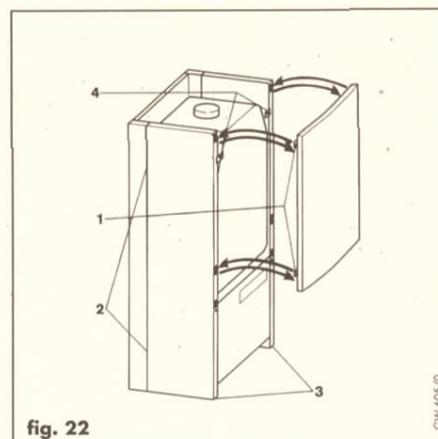
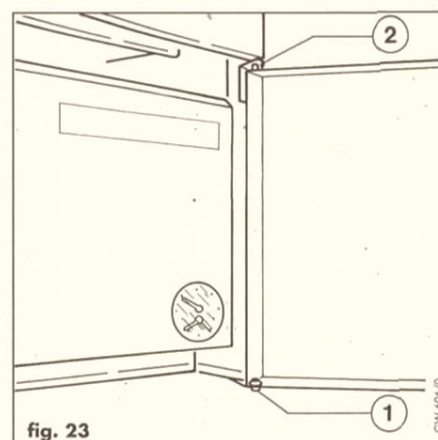
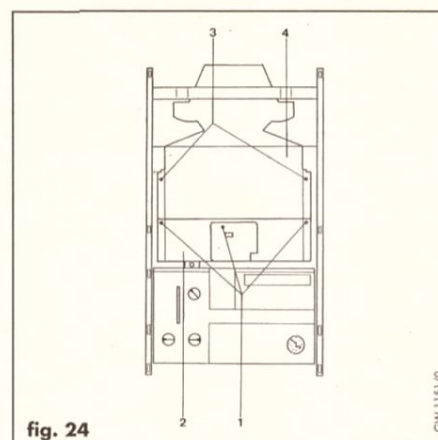

fig. 22
fig. 23
fig. 24
Agganciare la porta superiore dell'apparecchio alle clips (1, fig. 22) alloggiare nelle pareti laterali e farla scorrere verso il basso. Infilare la porta inferiore dell'apparecchio nel perno della cerniera superiore (2, fig. 23) e inserire la vite (1, fig. 23) dal basso in modo tale che si inserisca nella porta.
Togliere le viti dal perno della cerniera inferiore (1, fig. 23) e applicarle alla parete laterale sinistra.
Togliere la parte inferiore del perno della cerniera superiore (2, fig. 23) dal mantello dell'apparecchio per allentare la piastrina di fissaggio. Ruotare di 90° il perno della cerniera superiore e toglierlo. Metterlo sul lato sinistro del mantello.
Fissare la porta inferiore dell'apparecchio infilandola sul perno della cerniera superiore (2, fig. 23), inserire la vite (1, fig. 23) dal basso in modo tale che si inserisca nella porta.
- Levare la parte superiore del mantello (fig. 22) e rimuovere la parte frontale della camera di combustione (2, fig. 24) svitando le tre viti (1, fig. 24).
- Togliere le viti (1, fig. 24) e asportare la parte frontale della camera di combustione (2, fig. 24).